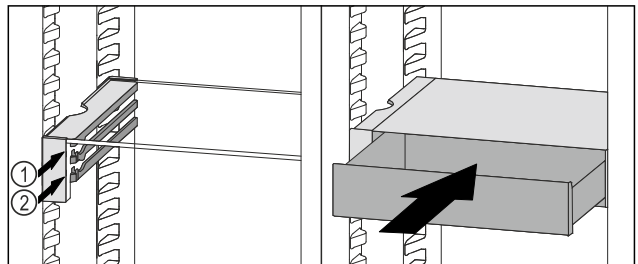

Fig. 70
- Placer le tiroir VarioSafe derrière les butées sur la nervure désirée Fig. 70 (1) ou Fig. 70 (2).